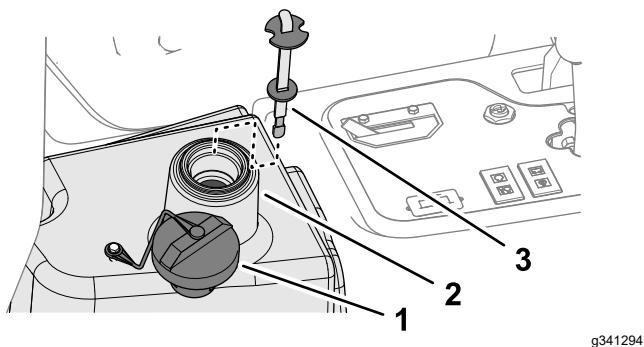

Рисунок 87
- Очистите зону вокруг заливной горловины и крышки гидравлического бака (Рисунок 87) и снимите крышку.